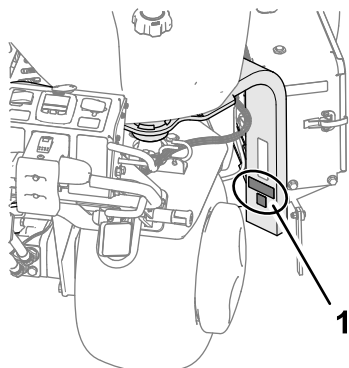

图 19
2. 如 图 19所示用酒精清洁叉腿并让表面晾干。
3. 向叉腿上粘贴 CE 标贴和生产年份标贴 图 19。